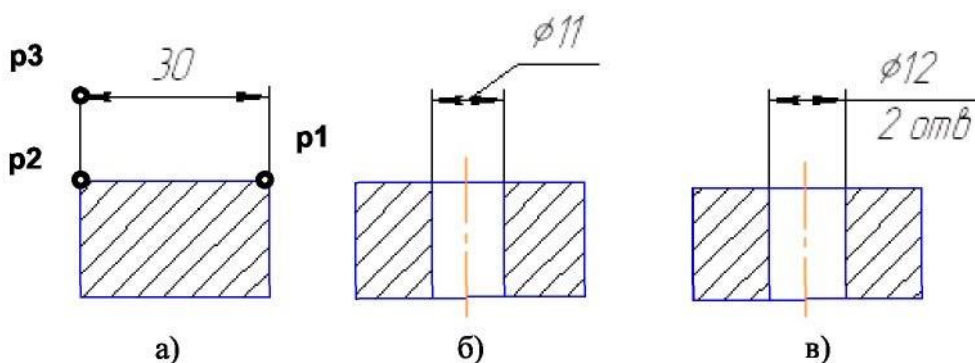

Рис. 2.8. - Варианты нанесение линейных размеров
- Указать графическим курсором точку **p1** - начало первой выносной линии (рис.2.8а).
Для нанесения линейного размера со знаком диаметра и на полке (рис. 2.8 б) необходимо после задания двух точек начала выносных линий (точек **p1** и **p2**) щелкнуть графическим курсором в окне **Текст Панели свойств**, затем в окне **Задание размерной надписи** указать необходимый символ (рис. 2.9 а).